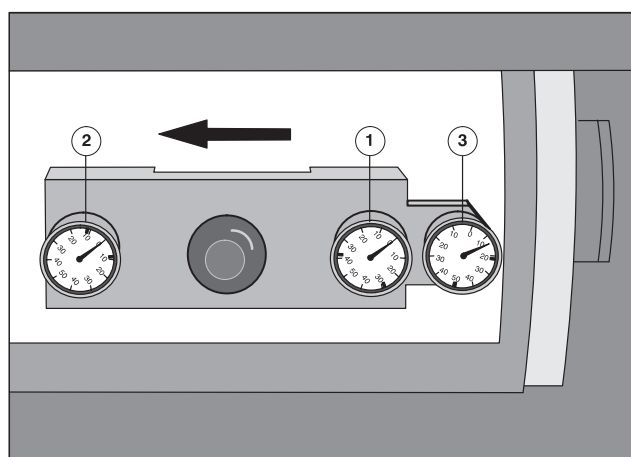

Рис. 32. Измерение высоты декеля
- ⑤ Продвинуть измерительный прибор к середине резинового полотна (Рис. 32, стрелка). При одинаковом прижиме средняя (Рис. 32/①) и левая стрелки (Рис. 32/②) продолжают показывать 0.
- ⑥ Правый прибор (Рис. 32/③) показывает теперь разницу в высоте между офсетным полотном и контактными кольцами.